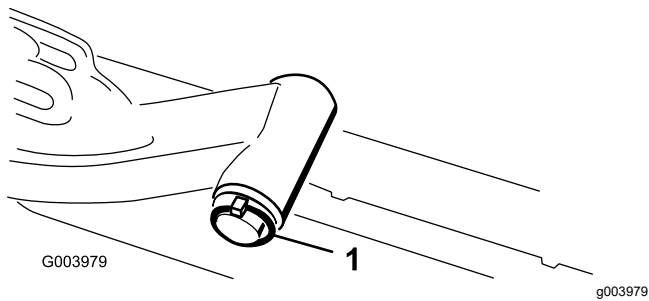

图 11
- A. 拆下将提升臂枢轴固定至提升臂的保险销和垫圈将提升臂枢轴滑出提升臂 (图 11)。
C. 将提升臂轴插入提升臂使用垫圈和保险销将其固定 (图 11)。